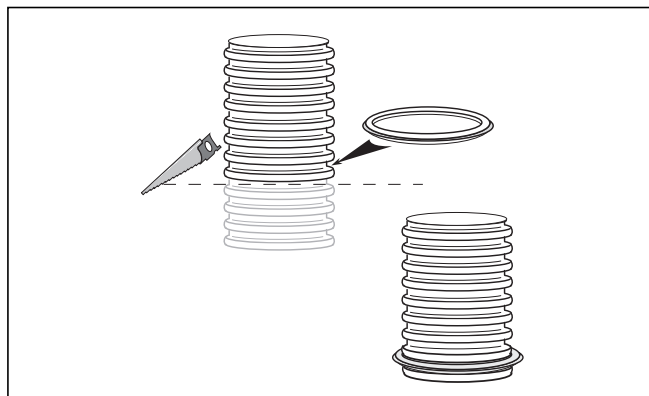

Fig. 6.24 Scurtarea conductei flexibile pentru gaze arse și montarea garniturii de etanșare
Prima dată doar aproximați lungimea totală. Adăosul de siguranță în cazul căminului drept: cel puțin 50 cm, în cazul căminului înclinat: cel puțin 70 cm pe înclinație. Doar atunci scurtați conducta flexibilă pentru gaze arse (vezi fig 6.24), când îl fixați la gura căminului.
- Montați pe urmă garnitura de etanșare în canelura inferioară nedeteriorată a conductei pentru gaze arse (vezi Fig. 6.24).